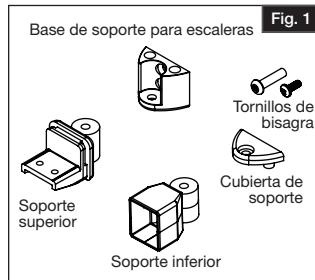

Fig. 1
- Sacar la plantilla del kit de travesaños. Consultar los componentes del soporte angular (Fig. 1).